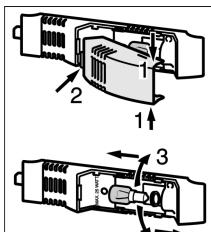

Fig. 8
- ▶ Saisir la protection d'ampoule en haut et en bas Fig. 8 (1).
- ▶ Déclipser à l'arrière et détacher la protection d'ampoule Fig. 8 (2).
- ▶ Remplacer l'ampoule. Fig. 8 (3)